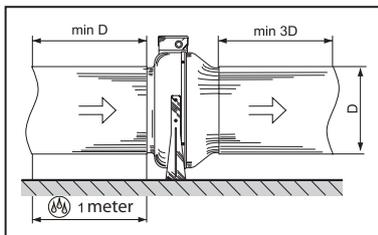

Abb. 5
2. Bei beliebiger Montagelage jeweils ein Lüftungsrohr mit der Mindestlänge auf beiden Seiten des Ventilators montieren, siehe Abb.5.